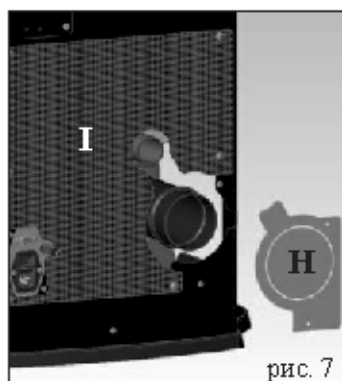
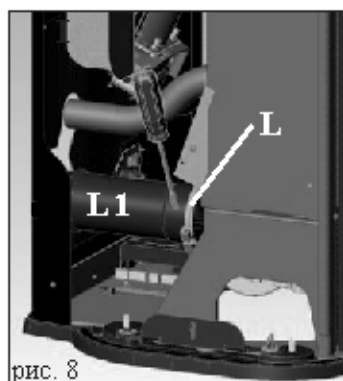

рис. 7
рис. 8
- Снять стеклянные боковины (Н - рис. 7), удалив защитные устройства
- Удалить резиновые прокладки под нижними и верхними скобами, фиксирующими стеклянные боковины (I - рис. 8).
- Снять стеклянную крышку (H - рис. 7).
- Вынуть стальную боковину, прикрепленную к конструкции печи при помощи 2 болтов (X - рис. 7), которые необходимо выкрутить, потянув ее вверх (I - рис. 8)
- Снять мембрану (Н - рис. 7) и при необходимости заднюю нижнюю панель с перфорацией (I - рис. 7).
- Закрутить зажим (L - рис. 8) и вынуть трубу дымохода (L1 - рис. 8).